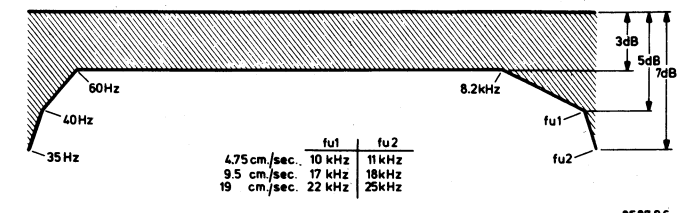

Fig. 19
Der gemessene Frequenzgang (gegenüber dem 330 Hz-Pegel) soll innerhalb der Kurve in Abb. 19 liegen.
- Ebenso kann man bei 9,5 cm/s den Frequenzgang messen. Die höchsten Frequenzen sollen in diesem Fall 17 kHz und 18 kHz betragen (Abb. 19).